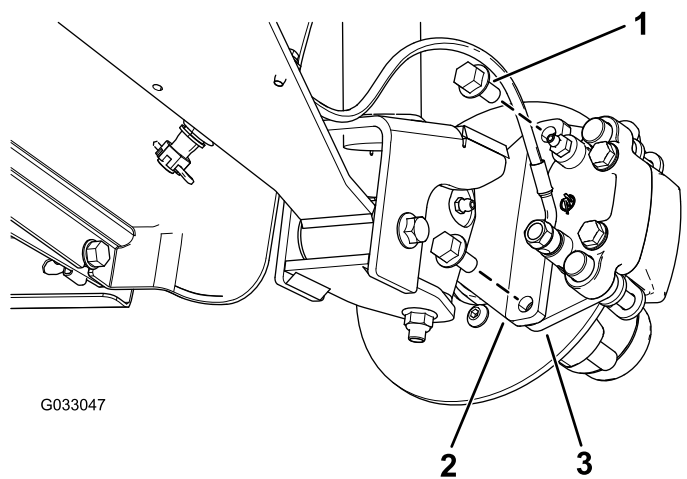
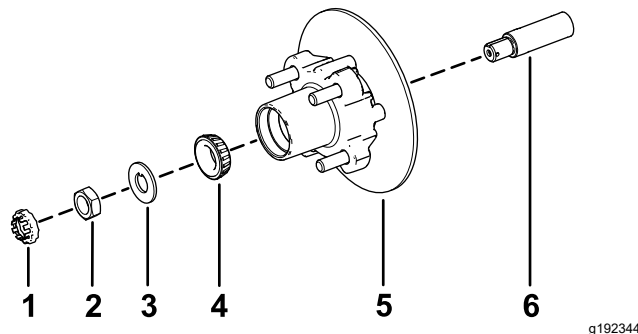

Figura 31
Figura 35
3. Retire los pernos con arandela prensada ($\frac{3}{8}$ " x $\frac{3}{4}$ ") que sujetan el soporte del conjunto de freno al eje y separe el freno del eje (Figura 31).
1. Aplique una ligera capa de grasa del tipo especificado en el eje (Figura 35).
2. Monte el cubo y el rotor en el eje con el rotor hacia dentro (Figura 35).
3. Monte el cojinete exterior en la mangueta y acople el cojinete al anillo de rodadura exterior (Figura 35).
4. Monte la arandela con pestaña en la mangueta (Figura 35).
5. Enrosque la tuerca en el eje y apriete la tuerca a 15 N·m (11 pulgadas-libra), girando el cubo para asentar el cojinete (Figura 35).
2. Alinee las pastillas de freno en cada lado del rotor (Figura 31) y los taladros del soporte de la pinza con los taladros de montaje del freno de la mangueta (Figura 35).
3. Sujete el soporte de la pinza a la mangueta (Figura 31) usando los 2 pernos con arandela prensada ($\frac{3}{8}$ " x $\frac{3}{4}$ ").